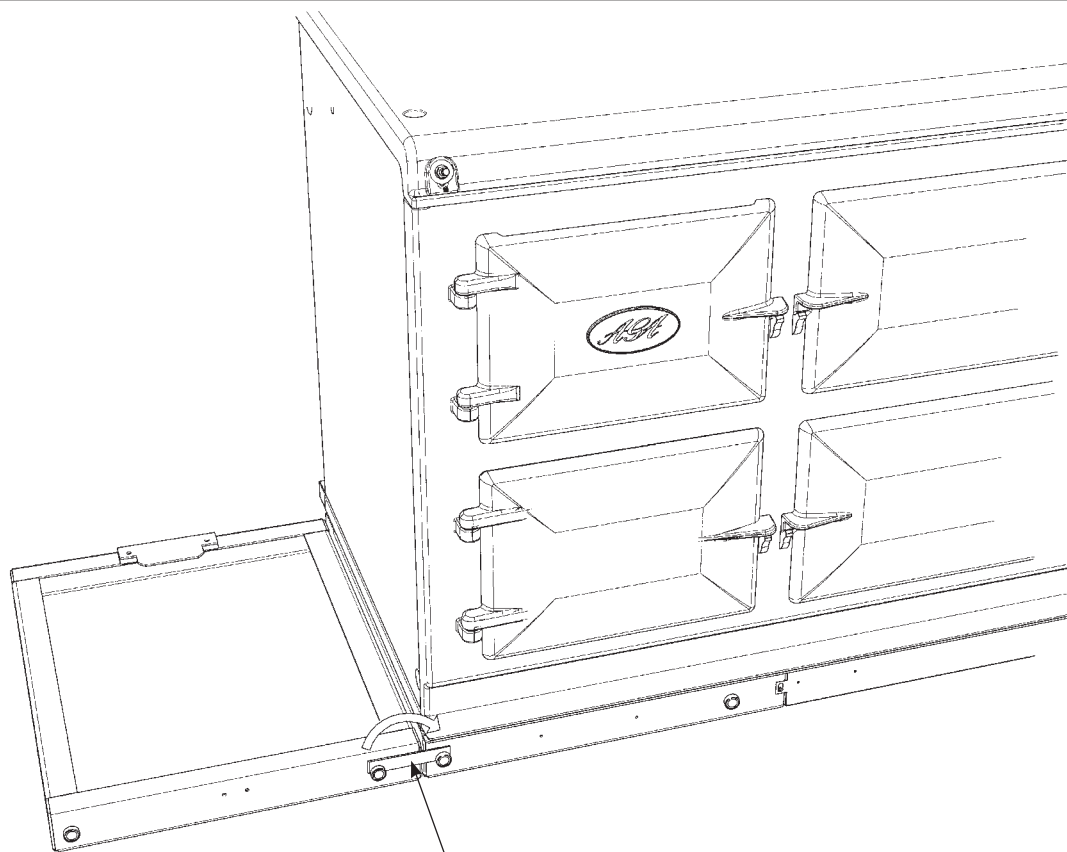

Fig. 30.6
5. Le crochet de jointoiment frontal peut maintenant être accroché au-dessus des deux aimants. Les deux socles seront ainsi rassemblés (**Fig. 30.6**).